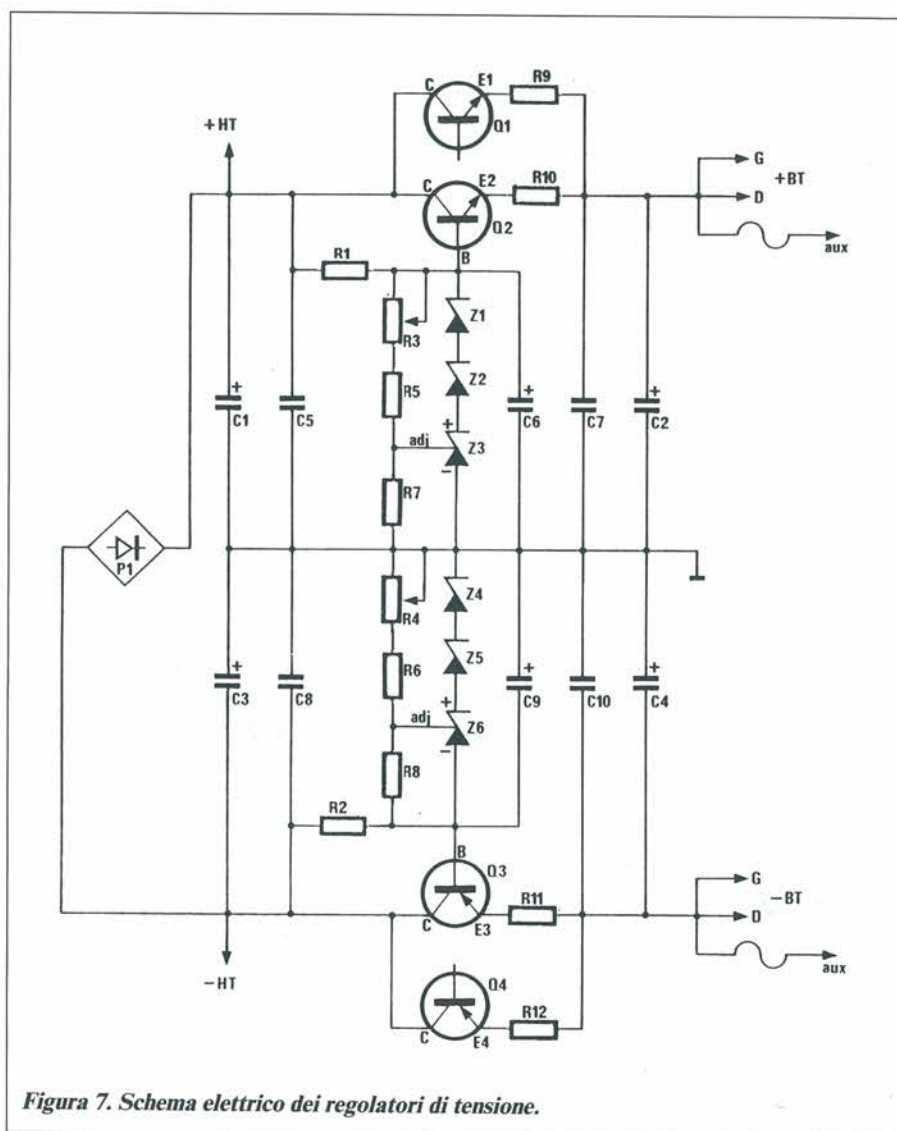

Figura 7. Schema elettrico dei regolatori di tensione.
Il loro schema di principio è illustrato in Figura 7 e corrisponde a una struttura zener + ballast già collaudata. Gli zener asserviti Z3 e Z6 pilotano una serie di Darlington di potenza montati in parallelo (Q1+Q2 e Q3+Q4).
I circuiti di regolazione della Figura 7 vanno montati sui due piccoli circuiti stampati differenti, denominati Z+ e Z-, le cui piste di rame sono disegnate nelle Figure 15 e 17 con la disposizione dei componenti nelle Figure 16 e 18. Sulla parte interna di ognuna di queste basette andrà montato un dissipatore termico di adeguate dimensioni, in modo che la parte alta della basetta (positivo di C6 o di C9) sia a filo con il lato alto del dissipatore termico.
- Collegare rispettivamente a + BT e - BT di Z+ e Z- due fili (di robusta sezione) diretti verso i terminali + e - degli elettrolitici C2 e C4 (vedi Figura 7). Scaricare C2 e C4, mediante un resistore o un cortocircuito, prima di collegarli a + BT e - BT.